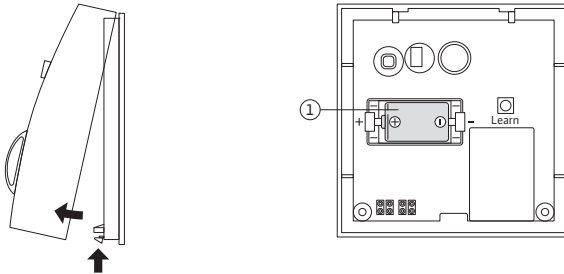

Fig. 32: Batteriewechsel
- Zum Wechsel der Batterie die Rastnase an der Unterseite des Funk-Raumtemperaturreglers (Fig. 32) mit einem spitzen Gegenstand (z.B. Schraubendreher) leicht eindrücken und Oberteil des Raumtemperaturreglers von der Grundplatte abnehmen. Danach ist das Batteriefach im Oberteil des Raumtemperaturreglers (Fig. 32, Pos. 1) zugänglich.